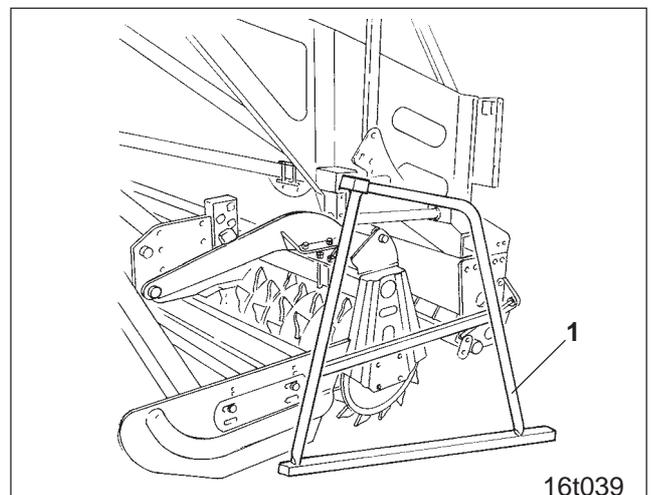

Fig. 7.6
- Gesamtkombination anheben und Abstellstützen (Fig. 7.6/1) entfernen.